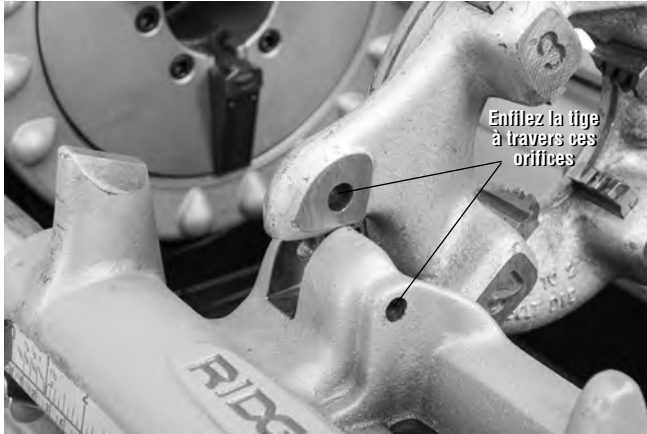

Figure 26 – Fixation de la tête de filière à gauche
3. Enfoncez une tige $\varnothing \frac{5}{16}$ " de 2 pouces de long à travers l'orifice du bâti du chariot, puis celui de la tête de filière à gauche, afin de tenir la tête de filière en place (Figure 26).